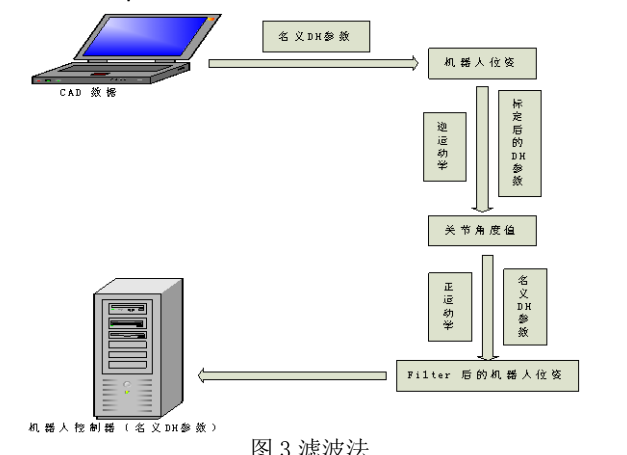

图 3 滤波法
5、误差补偿: 对机器人进行标定, 经过精度检测 (标定软件内), 机器人精度达到要求后, 需要对实体机器人进行误差补偿。方法 1: 直接对控制器中 DH 参数进行修改, 此方法简单, 但是很多控制器只是对用户开放了部分参数。并且对于随位姿变化的关节变形引起的误差不能进行补偿。方法 2: 滤波法 (filter method), 不去修改控制器中的参数, 通过 fake pose 方法来对误差进行补偿。如图 3。